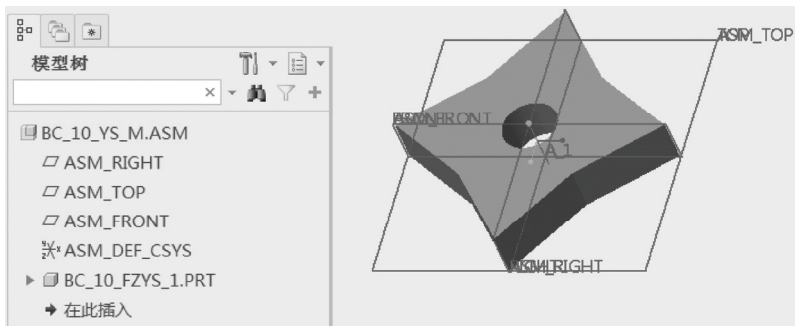

图 10-11 装配第一个零件
4) 选择“默认”选项后，系统提示“状况：完全约束”。在“元件放置”选项卡中单击  (完成) 按钮，在默认位置装配元件（用默认的装配坐标系对齐元件坐标系），效果如图 10-11 所示。